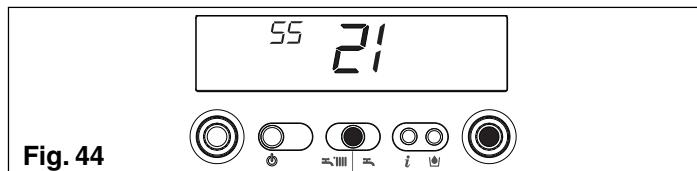

Fig. 44
- confirmar el nuevo valor configurado pulsando ENTER. Los dígitos paran de destellar (fig. 44)